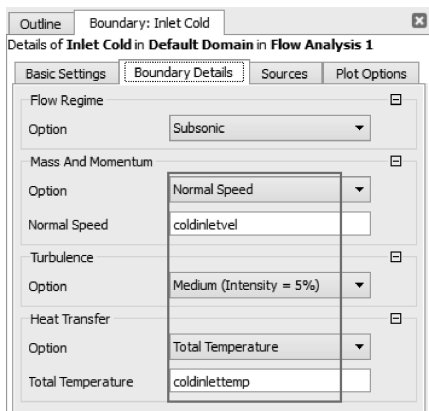
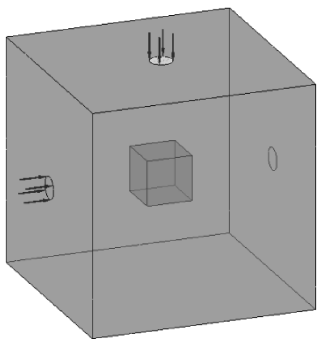

图 12-47 Coldinlet 入口边界设置
图 12-48 Coldinlet 入口位置
(4) 在边界详细信息【Boundary Details】中的质量与动量【Mass and Momentum】栏里选择正常速度为 coldinletvel，在热传导【Heat Transfer】栏里选择总温度为 coldinlettemp，其他默认，如图 12-47 所示，单击【OK】确定。Coldinlet 入口位置如图 12-48 所示。